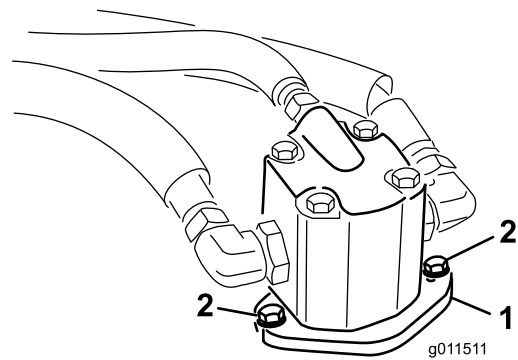

Figura 71
4. Retire los pernos que sujetan el motor hidráulico a la carcasa de corte (Figura 71).